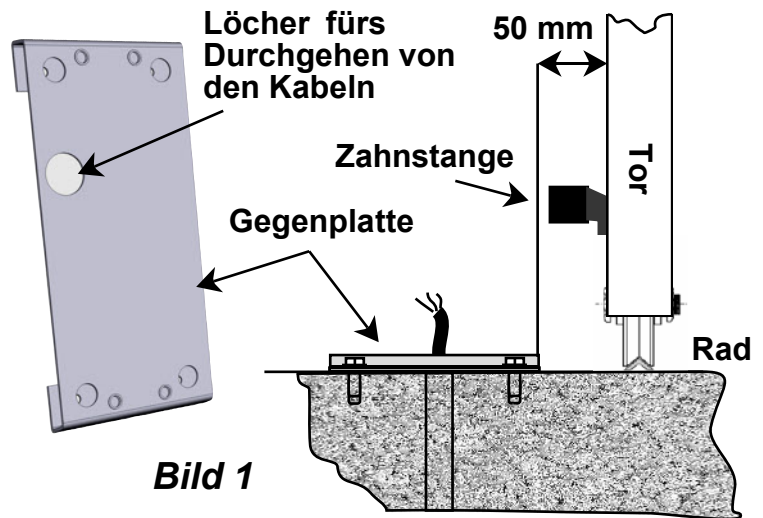

**Bild 4**
- Überprüfen Sie, dass die benutzten Räder (**Siehe Bild 4**) für die Gleitschienen
Die Lauf-Ende Platten (**G**) an die Zahnstange befestigen (**Bild 4**)